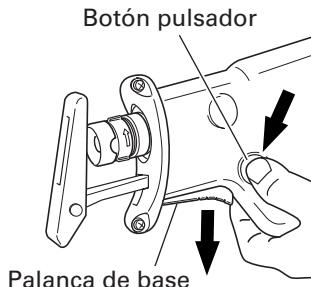

Fig. 10
- (1) Presione el botón pulsador. Al hacerlo, la palanca de base saltará hacia afuera y la base quedará preparada para el ajuste. (Fig. 10)